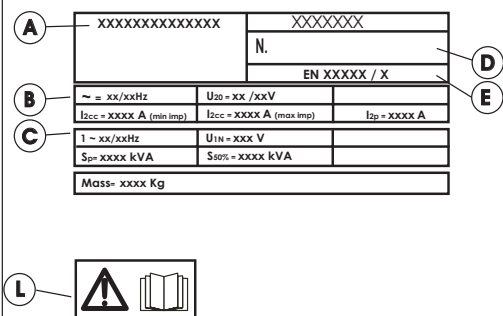

Fig.3
### Системи TT. Рис.3
- Вилка живлення. Якщо зварювальний апарат не оснащений вилкою, з'єднати кабель живлення зі стандартною вилкою з (2P + T для 1Ph і 3P + T для 3Ph) відповідними характеристиками Рис.3.